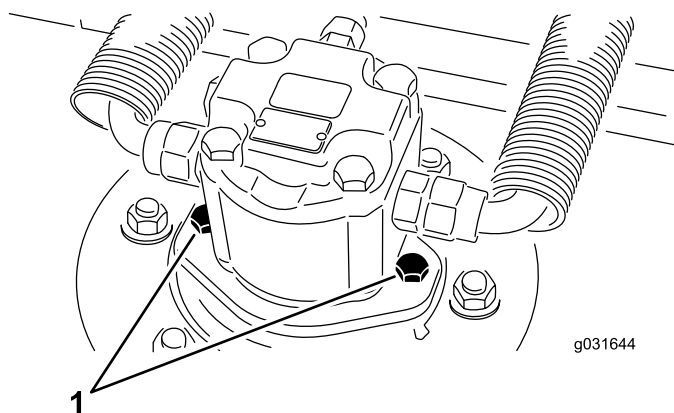

Figura 67
2. Rimuovete le viti di montaggio del motore idraulico e scollegate e staccate il motore idraulico dal piatto di taglio (Figura 67).
4. Utilizzando le viti di montaggio del motore idraulico, montate il motore idraulico sul piatto di taglio (Figura 67).